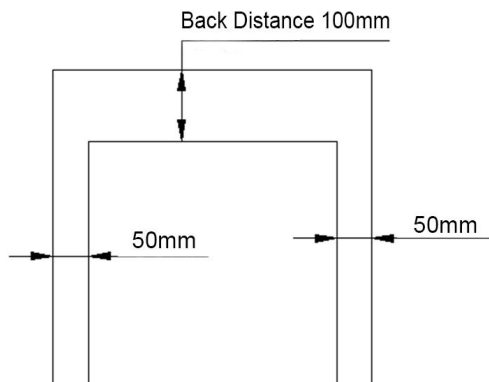

Figure 1
4. Achten Sie beim Aufstellen von nicht eingebetteten Weinschränken darauf, dass auf jeder Seite mindestens 50 mm Abstand und auf der Rückseite 100 mm Abstand vorhanden sind. da dies der Hauptausslass für heiße Luft ist und ein ausreichendes Belüftungssystem. wie in Abbildung 1 .